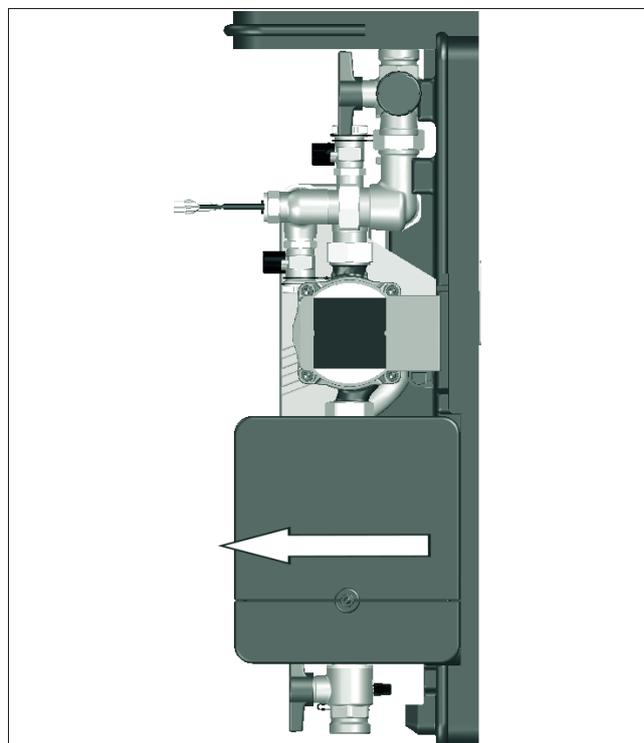

Fig. 22: Retirada del controlador de la parte inferior del aislamiento
1. Retire cuidadosamente el controlador de la parte inferior del aislamiento como se muestra en Fig. 22
11. Coloque de vuelta el controlador de posición de instalación a posición de funcionamiento (ver Fig. 22 en página 30).